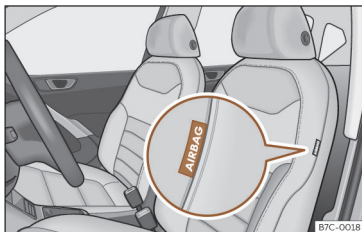
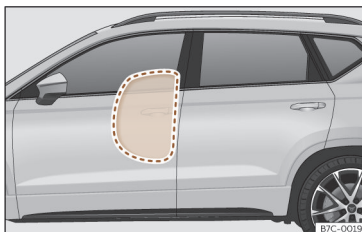

Fig. 27 Airbag lateral no banco do condutor.
Fig. 28 Airbag lateral ativado totalmente no lado esquerdo do veículo.
Os airbags laterais estão localizados nos encostos dos bancos dianteiros >>> **Fig. 27**, >>> **Fig. 28**.
- Assure-se de que as crianças viajam sentadas corretamente nas suas cadeiras e não colocam a cabeça na zona de insuflação dos airbags laterais >>> **Fig. 28**, uma vez que, se os airbags disparassem, poderiam bater-lhes e causar-lhes lesões graves.